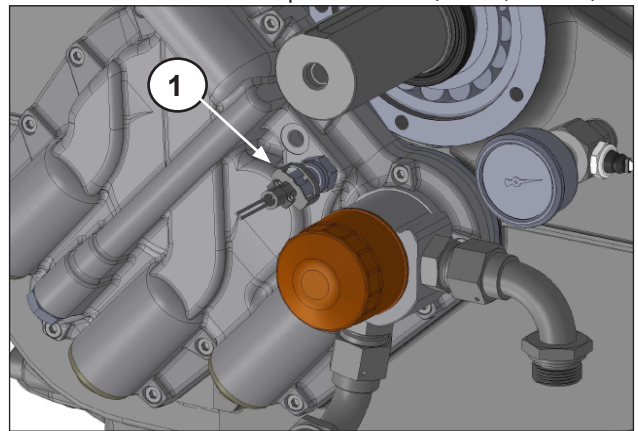

Abb. 15
Demontieren Sie den Öltemperatursensor (Pos. ①, Abb. 15).